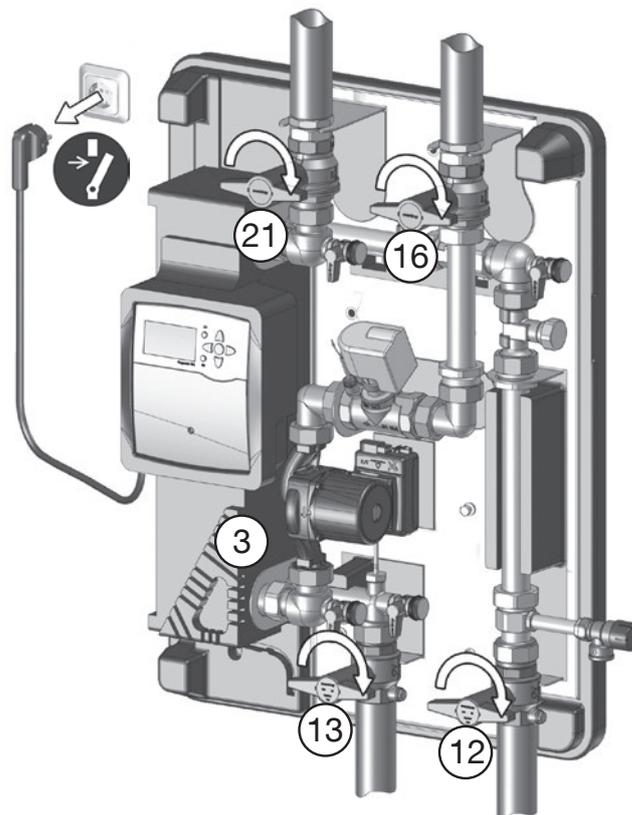

Fig. 5.1: Couper le régulateur de l'alimentation secteur et fermer les robinets d'arrêt à tournant sphérique
2. Fermer les robinets d'arrêt à tournant sphérique (12 et 13) (circuit E.C.S.) et (16 et 21) (circuit primaire) (Fig. 5.1).
2. Fermer les robinets d'arr t   tournant sph rique (12 et 13) (circuit E.C.S.) et (16 et 21) (circuit primaire) (voir Fig. 5.1 en page 31).